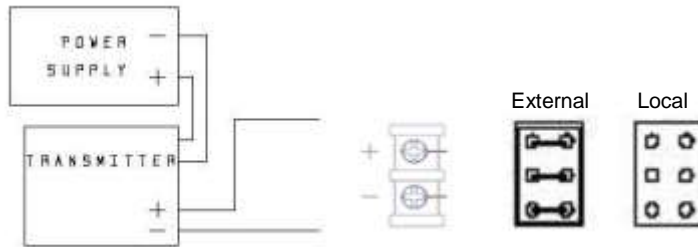
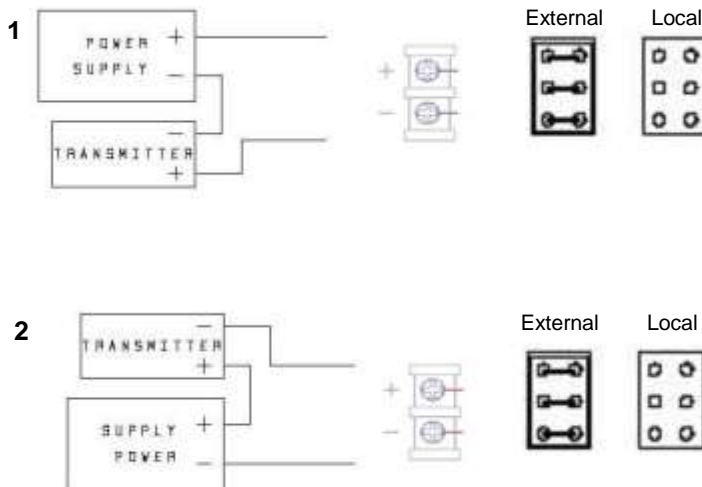

图 19:大于 4mA 供电传感器配置方法
图 20:小于 4mA 供电传感器配置方法（远端电源）
基于电源的连接，4-20 mA SIM 盒有两种配置方法。根据图 19 和图 20 所示的跳线块位置，可以在外部电源供电和本地电源供电之间切换。关于当前跳线的位置和方向，请参阅 SIM 盒上的说明。
- 将正极引线连接到正极输入通道，将负极引线连接到负极输入通道，如下图 19 所示。
- 连接变送器的输出到输入通道 (+ 到 +；- 到 -)，如下图 20 所示